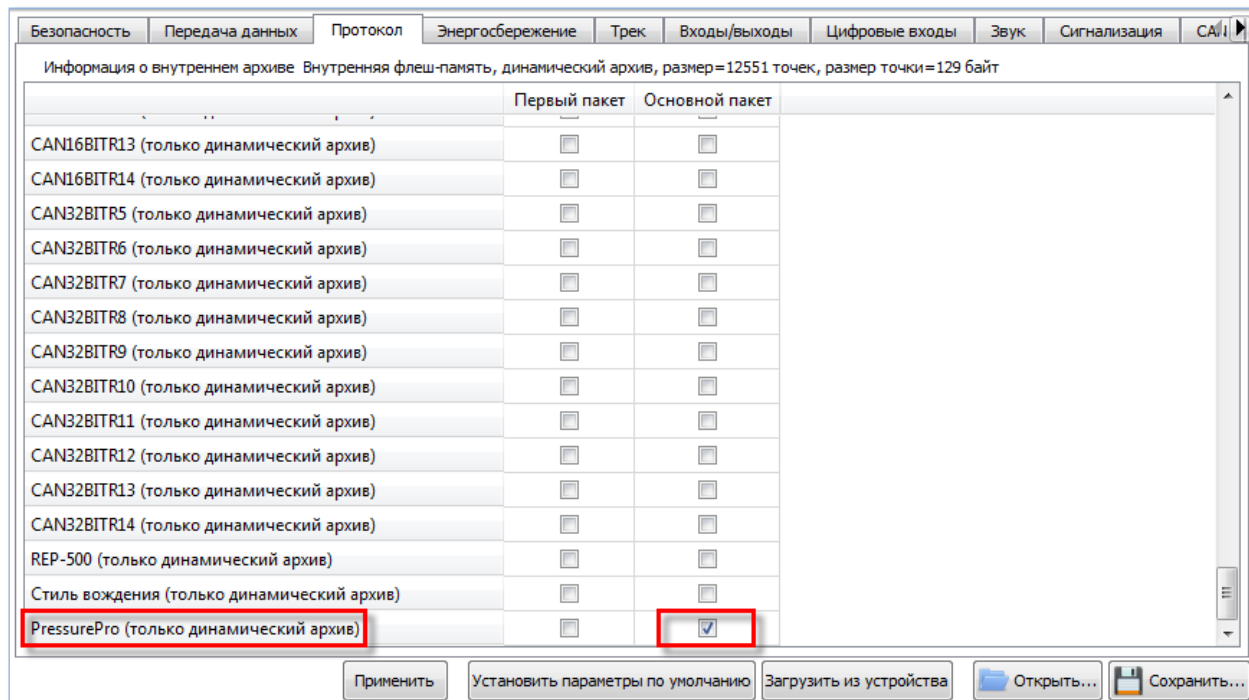

Рисунок 10. Настройка основного пакета
3. Перейдите на вкладку «Настройки» -> «Протокол» и в строке «PressurePro» поставьте галочку в поле «Основного пакета» и нажмите кнопку «Применить» (Рис. 10).